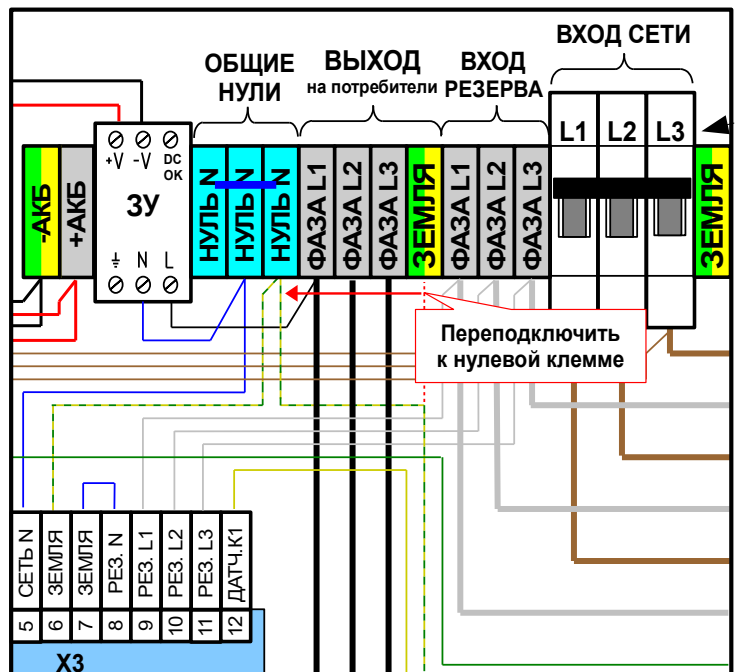

Рис.7. Переподключение заземления
10. Если подключение заземления по каким-либо техническим причинам произвести невозможно, то необходимо извлечь жёлто-зелёные провода из жёлто-зелёного клеммника на клеммной колодке и подключить к их к нулевому, как показано на рис.7.